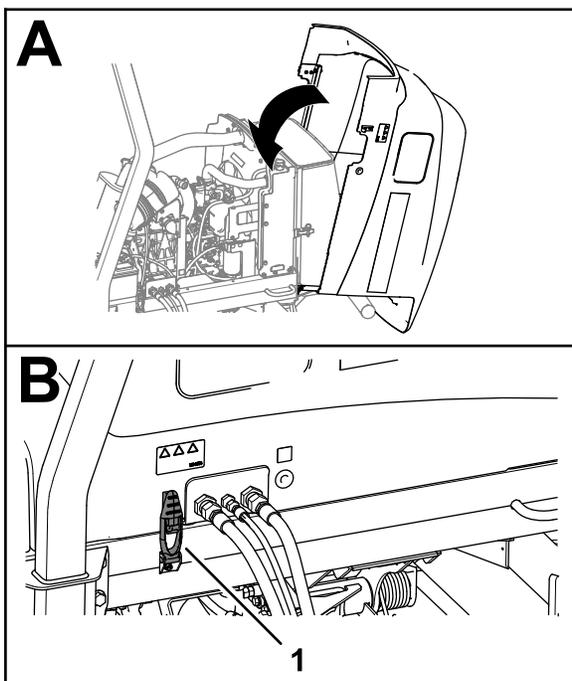

Рисунок 101
1. Осторожно поверните капот, чтобы закрыть его (Рисунок 101).